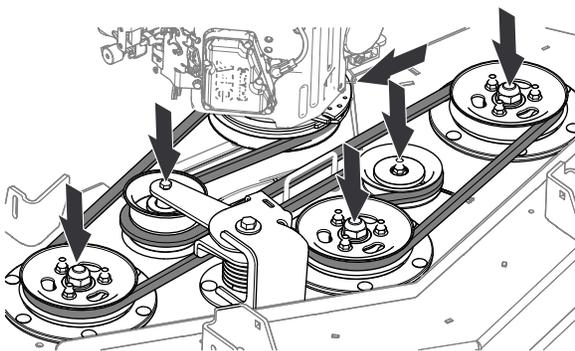

Рисунок 79
2. Проложите ремень, как показано на Рисунок 79.